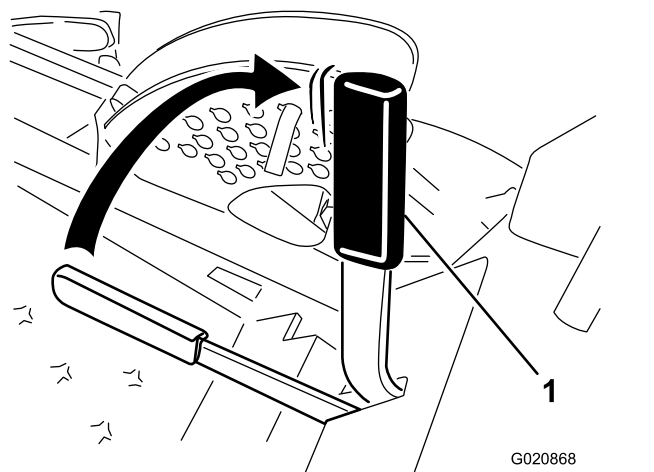

図 14
2. 駐車ブレーキレバーを後ろに引き上げて、駐車ブレーキを掛ける図 14。